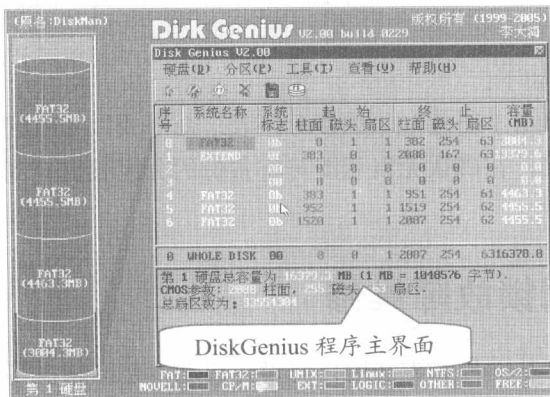

图 7-22 Disk Genius 程序主界面
步骤① 使用 MS-DOS 启动盘引导系统至 DOS 环境下，输入命令 diskgen 并按回车键，进入 Disk Genius 程序主界面，如图 7-22 所示。